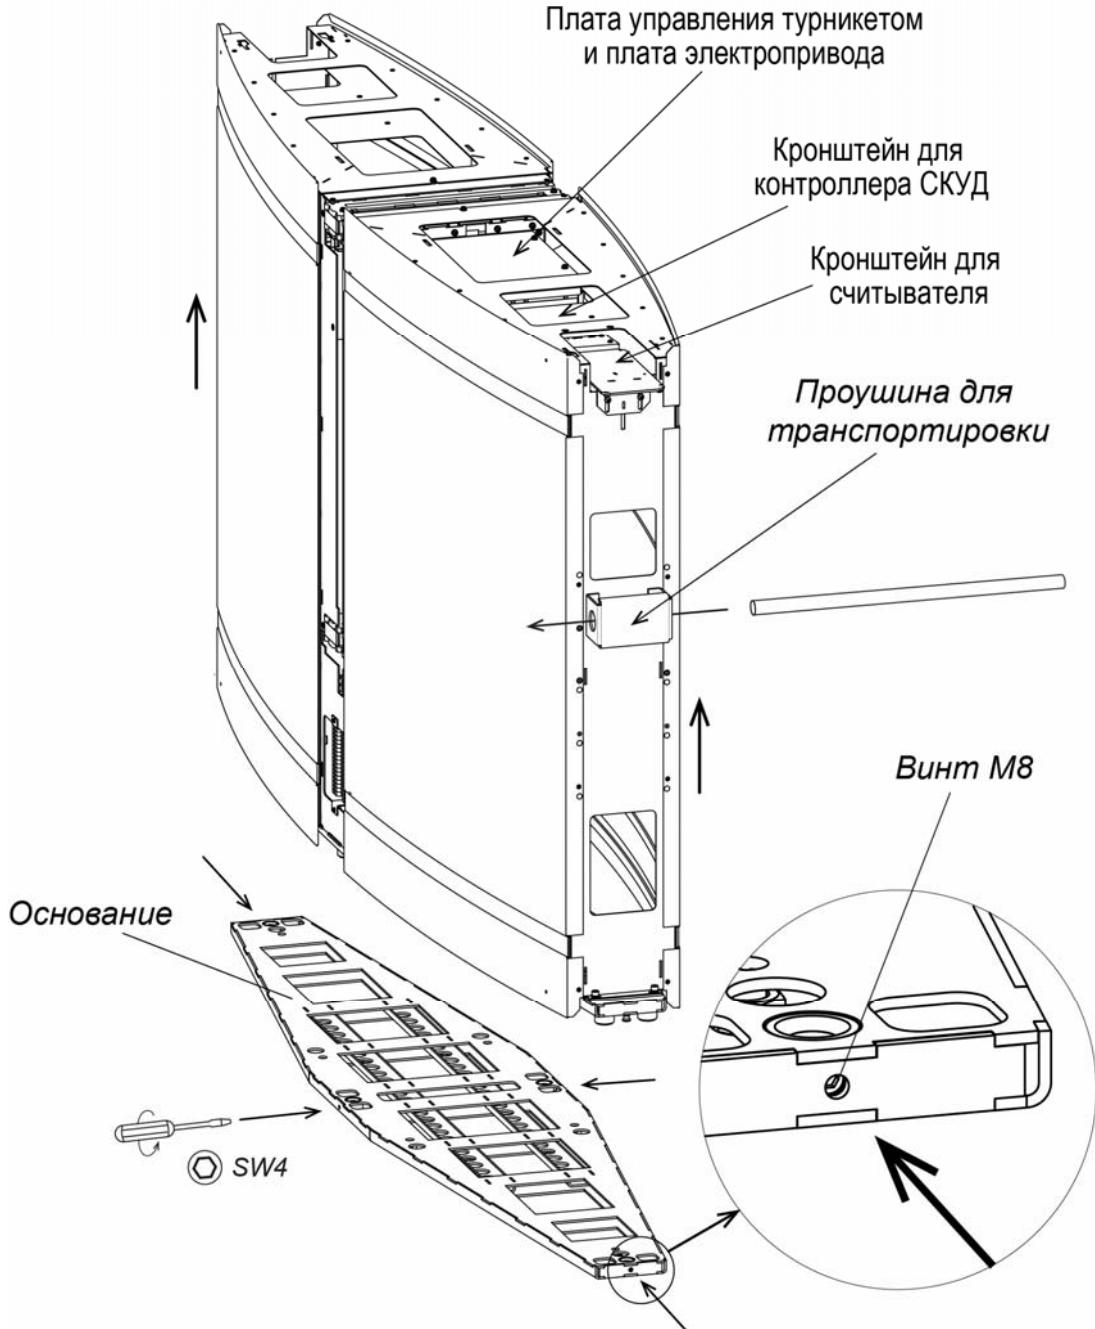

Рисунок 20. Демонтаж секции с основания
- Демонтируйте секцию со своего основания (см. рис. 20) и поставьте ее на ровную устойчивую поверхность. Перемещайте секцию при помощи двух монтировок, вставленных в специальные проушины с торцов турникета, работайте вчетвером!
- Установите секцию *Master* на основание, предварительно протянув внутрь ее соединительные кабели. Используя шестигранный ключ SW4, закрепите секцию на основании с помощью четырех установочных винтов M8 (см. рис. 20). При необходимости для более удобной прокладки кабелей внутри корпуса секции имеется возможность отсоединить и выдвинуть по продольной оси одну или две съемные части корпуса (см. разд. 8.7.3, рис. 21).
18. При необходимости произведите монтаж считывателей карт доступа и контроллера СКУД – считыватели устанавливаются на предусмотренные для этого кронштейны, расположенные внутри секций под верхними блоками индикации крышек или непосредственно на блоках индикации снизу (**PERCo-MR07 OEM**); контроллер СКУД устанавливается на самоклеящихся фиксаторах из комплекта поставки в проеме корпуса секции сверху под крышкой турникета (см. рис. 20).
1. Ключом шестигранным SW4 выверните до упора четыре винта M8 (см. рис. 20).
Плата электропривода створки располагается под стеклянной крышкой турникета с правой стороны от створки в проеме корпуса секции, см. рис. 20 (для стороны *Master* совместно с платой управления).